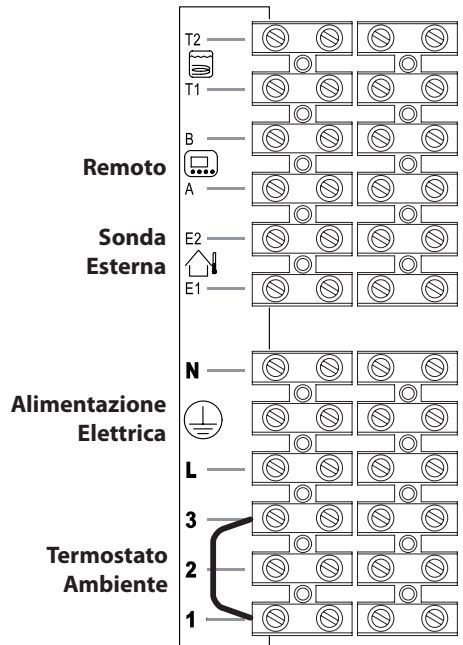
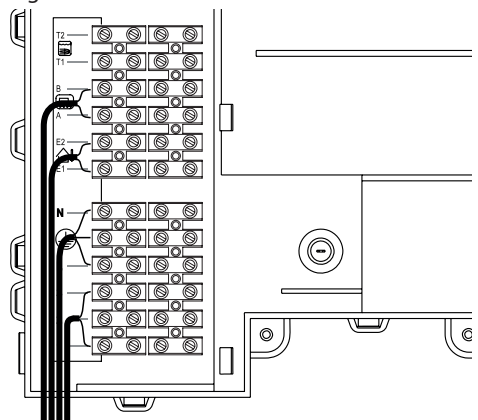

Figura 5.20
Figura 5.21
- Collegare il cavo di alimentazione elettrica proveniente dall'interruttore onnipolare alla morsetteria di alimentazione elettrica della caldaia Figura 5.20 rispettando la corrispondenza della linea (filo marrone) e del neutro (filo azzurro).
Il percorso del cavo o dei fili di alimentazione elettrica della caldaia e del termostato ambiente devono seguire il percorso indicato in Figura 5.21.
Per il collegamento di un termostato ambiente servirsi dei morsetti indicati in Figura 5.20.
Per il collegamento di valvole di zona servirsi dei morsetti termostato ambiente indicati in Figura 5.20 e Figura 5.21. I conduttori elettrici dei contatti del micro della valvola di zona vanno inseriti nei morsetti "1 e 3" della morsetteria termostato ambiente come in Figura 5.21.
Il percorso dei fili di collegamento della sonda esterna devono seguire il percorso indicato in Figura 5.21.
Il percorso del cavo del comando remoto deve seguire il percorso indicato in Figura 5.21.